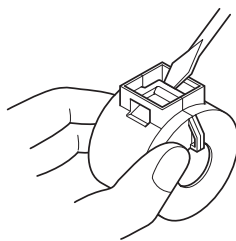

Fig. 3-1
■ L'anello di ferrite è normalmente confezionato aperto, come mostrato in Fig. 3-2. Se si trova uno degli anelli di ferrite chiuso, aprirlo utilizzando un oggetto appuntito per far leva sul dispositivo di chiusura di plastica dell'anello di ferrite (Fig. 3-1). Fare attenzione a non danneggiare il nucleo di ferrite o il dispositivo di chiusura di plastica.